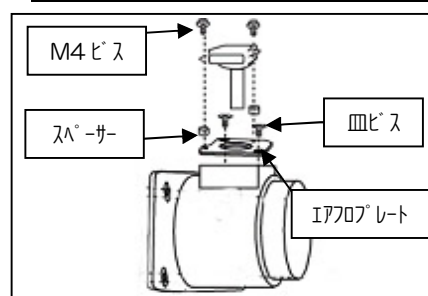

図5
①図5を参考にエアフロアダプター、エアフロプレートを組み立てます。